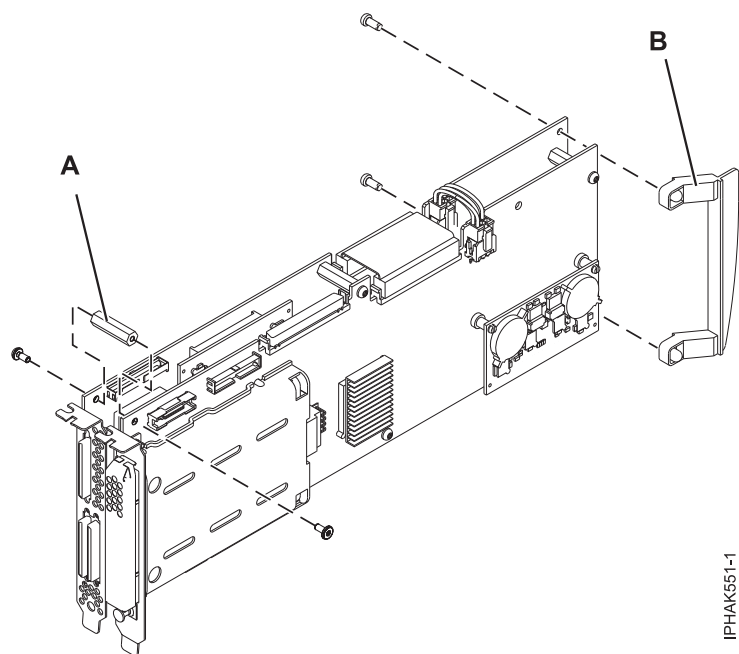

図 52. アダプター・ハンドルとスペーサーの取り外し
1. アダプター・ハンドル (B) と、アダプターの両サイドにあるスペーサー (A) を取り外します。オプションで、キャッシュ・バッテリー・カバーを取り外すこともできます。図 52を参照してください。